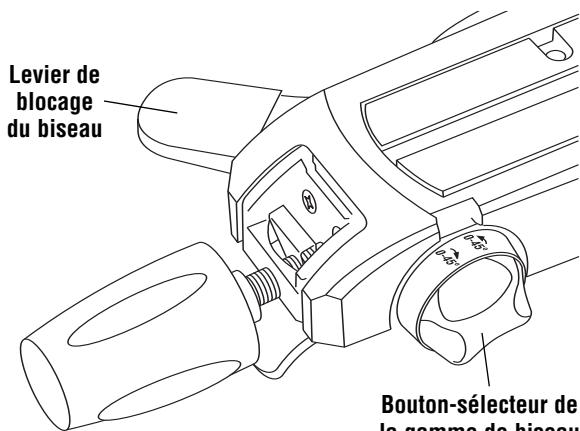

Figure 1.
Choisissez la plage d'inclinaison désirée à l'aide du bouton de sélection de la plage d'inclinaison (Figure 1).
- Soulevez le levier de blocage de l'inclinaison pour libérer le blocage de l'inclinaison (Figure 1).